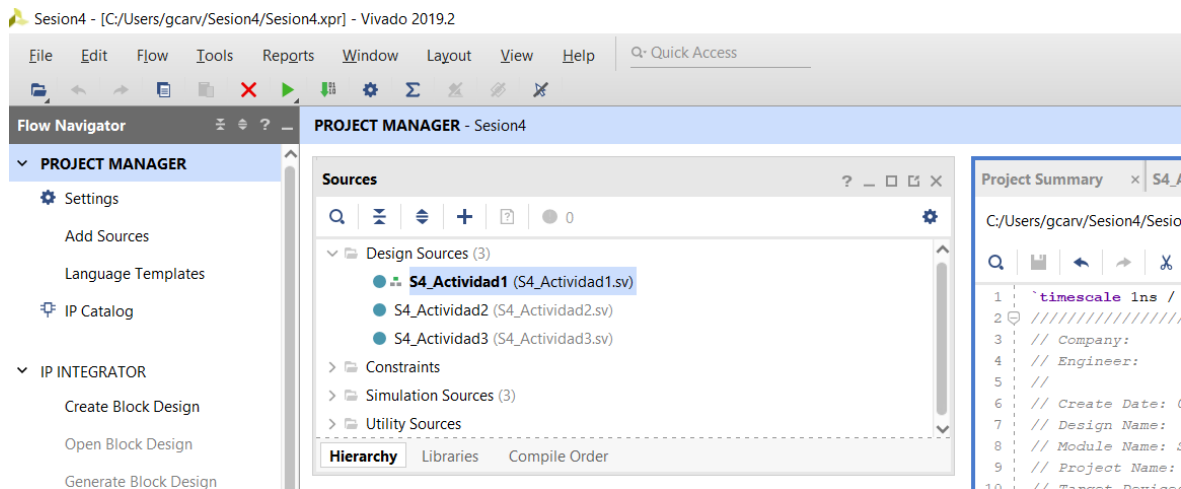

Figura 1: Estructura del proyecto para entrega.
- Para el envío de sus archivo de diseño, genere un solo proyecto de Vivado con nombre GPNN, donde P es el número de su paralelo y NN es el número de su grupo (por ejemplo, para el grupo 3 del paralelo 1, el nombre del proyecto será G103-Sesion4). El proyecto debe incluir un *top module* independiente por cada actividad. Nombre los archivos y el *top module* como S4-Actividad1, S4-Actividad2 y S4-Actividad3, según corresponda. La Figura 1 muestra un ejemplo de como debe lucir la estructura de su proyecto con los archivos fuente base. Dentro de cada archivo fuente base puede agregar todos los modulos y archivos que considere necesarios.